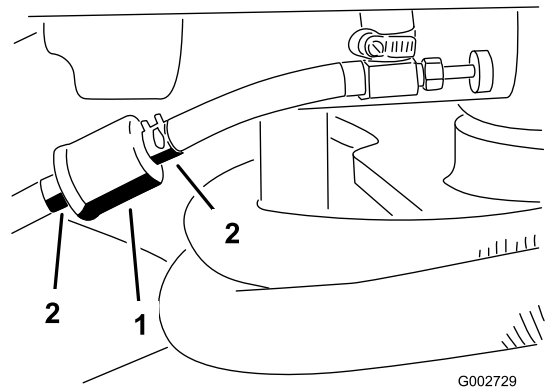

Figura 29
- Cierre la válvula de cierre de combustible, afloje la abrazadera en el lado del carburador del filtro y retire el filtro el tubo de combustible (Figura 29).